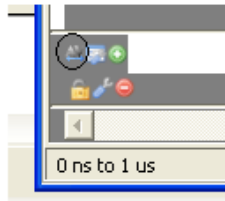

Figura 24
1. Pulse el botón izquierdo del ratón cuando el cursor esté situado sobre el icono remarcado en la figura 24 –está situado en la esquina inferior izquierda de la ventana.